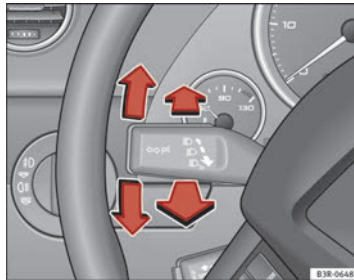

Abb. 90 Blinker- und Fernlichthebel
- Drücken Sie den Hebel bis zum Anschlag nach oben, um rechts zu blinken bzw. nach unten, um links zu blinken ⇒ Abb. 90.